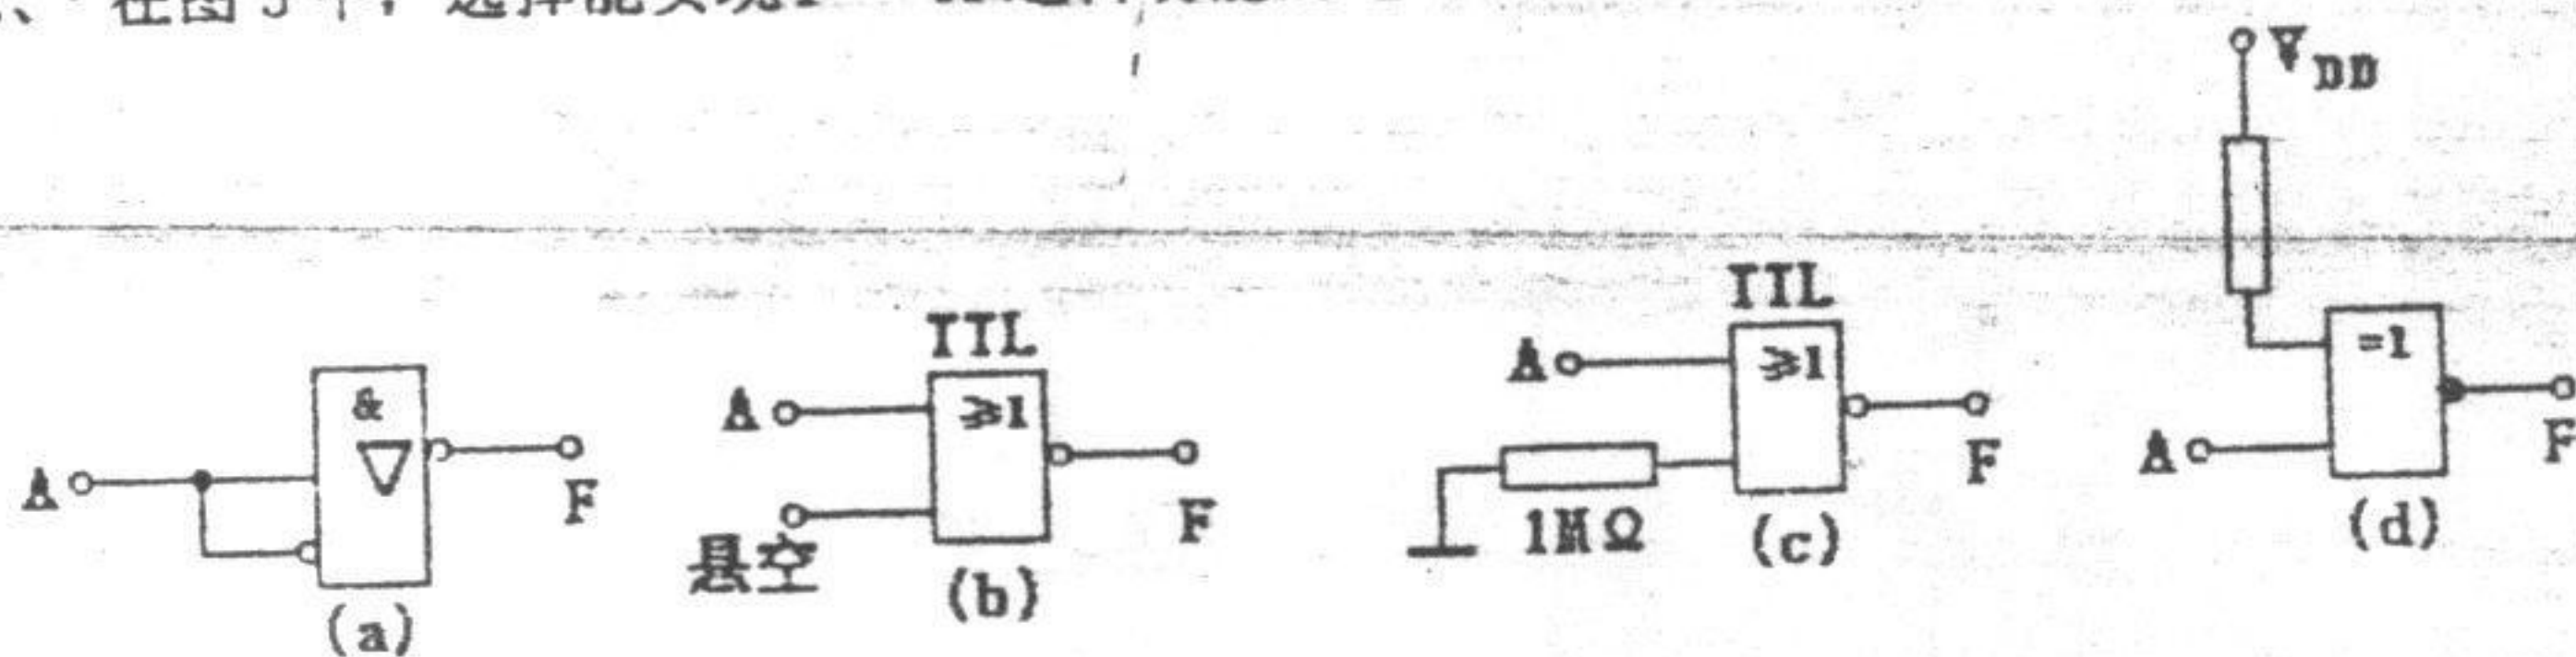

图 3
- 2、在图 3 中，选择能实现 $F = \bar{A}$ 逻辑功能的电路 ()。